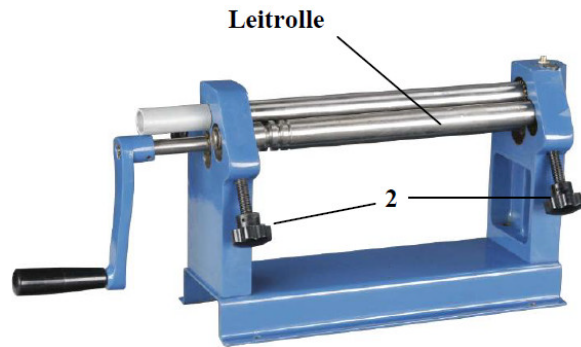

Abb. 8: Einstellen der Leitrolle
Durch die beiden Drehgriffe (2; Abb. 8) wird die Leitrolle (3) verstellt. Um einen größeren Rundungsradius des Bleches zu erreichen müssen die Drehgriffe herausgeschraubt, für einen kleineren Rundungsradius hineingeschraubt werden. Um gerade Rohre zu erzeugen muss die Leitrolle parallel zu den anderen Rollen eingestellt werden. Für konische Rohre muss die Leitrolle schräg eingestellt werden. Hierzu muss einer der Drehgriffe (2) entsprechend tiefer eingeschraubt werden als der andere.